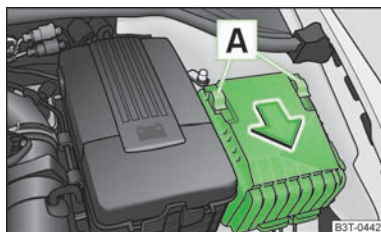

Fig. 188 Capac cutie siguranțe în compartimentul motor
- Capacul cutiei cu siguranțe se desprinde prin împingerea etrierului **A** » fig. 188 spre înainte, până la capăt. În spatele etrierului se afișează simbolul . Capacul poate fi detașat acum.